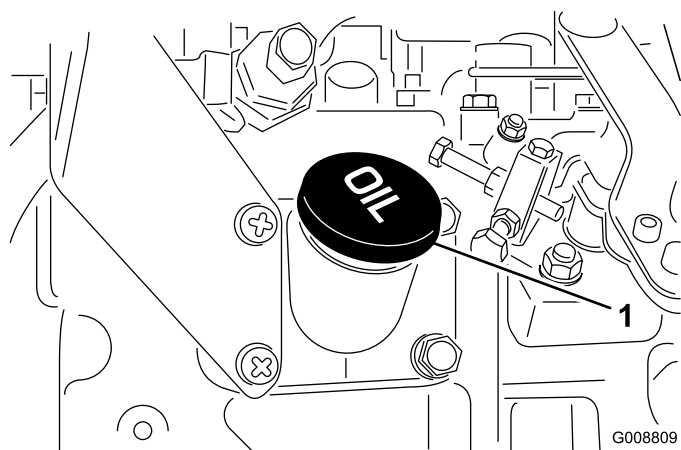

Figura 13
4. Se o nível de óleo se encontrar abaixo da zona de segurança, deverá retirar a tampa de enchimento (Figura 13) e adicionar óleo até que o nível atinja a marca desejada. **Não encha demasiado.**